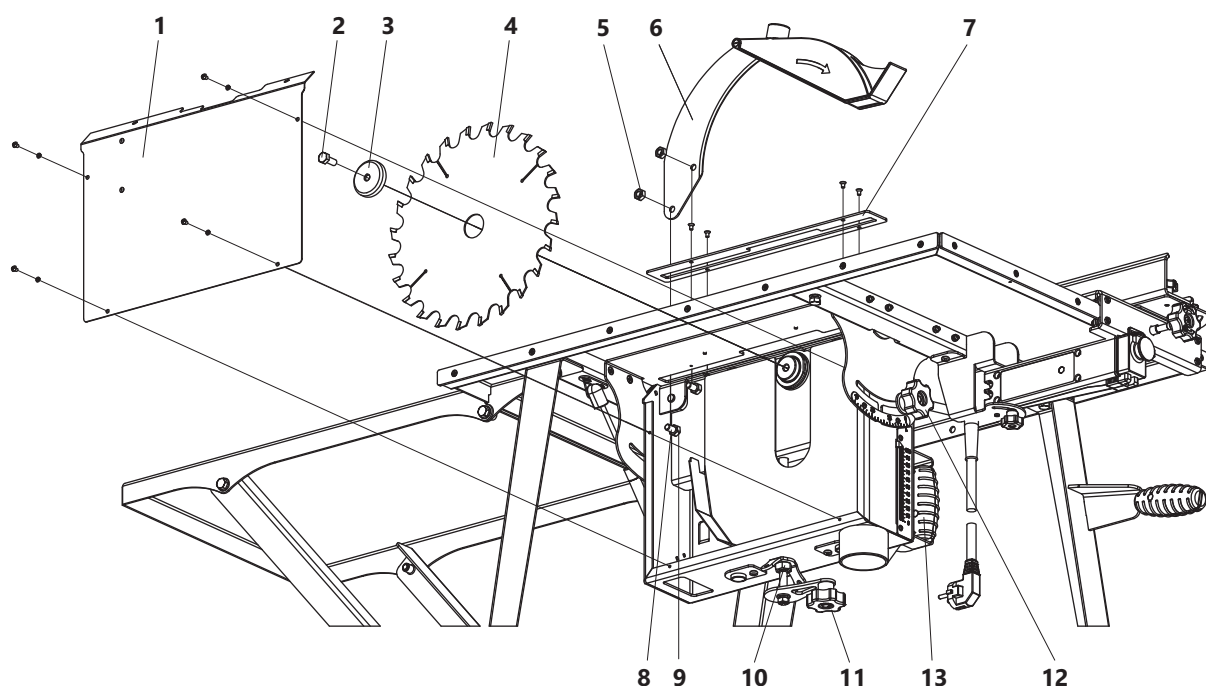

Рисунок 5. Установка пильного диска и расклинивающего ножа с защитным кожухом
6.1.1 Установка пильного диска и расклинивающего ножа с защитным кожухом (рис. 5)
7.1.2 Установка глубины пропила (рис. 5)
7.1.3 Установка угла наклона пильного диска (рис. 5)